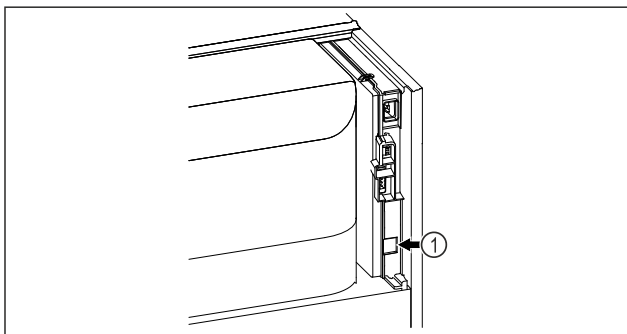

Fig. 47
- SmartModule Fig. 47 (1) er satt inn.